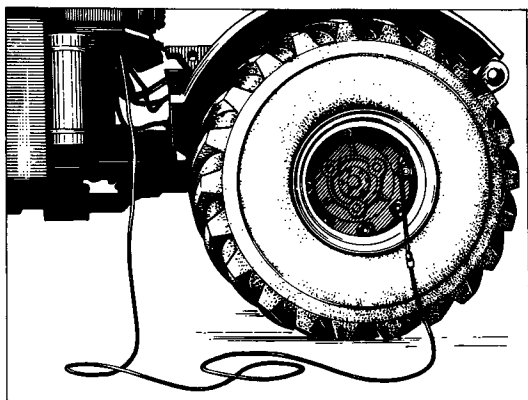

Рис. 101. Накачивание шин
- ж) Откройте кран отбора воздуха и накачайте шину до требуемого давления (рис. 101).